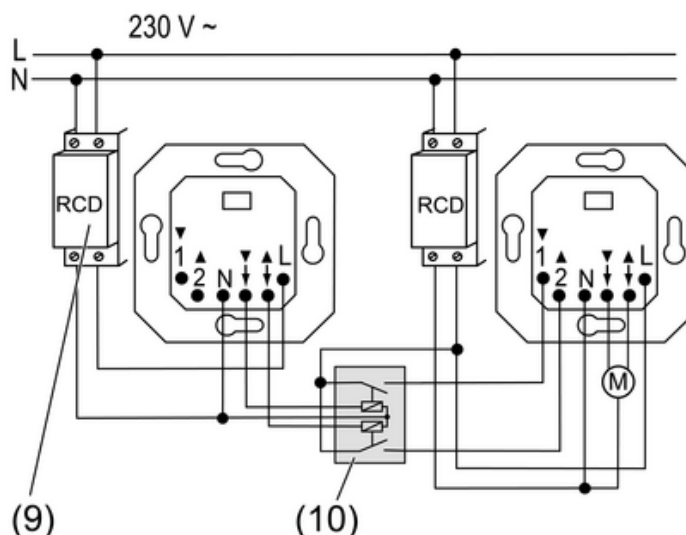

Figura 4: Esempio di collegamento di due circuiti RCD
(9) Interruttore differenziali per correnti di guasto, RCD
(10) Relè disgiuntore veneziana
- Collegare gli apparecchi in base all'esempio di collegamento (figura 4).